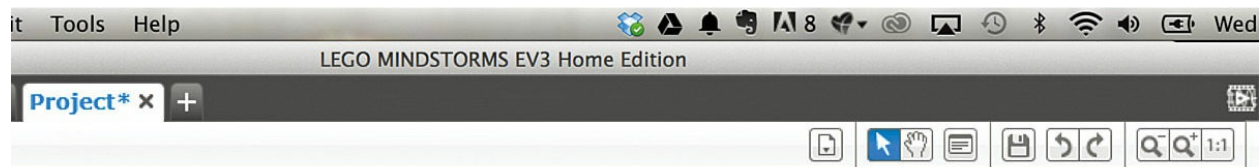

图9.43 将开始模块和循环模块连接起来
8. 用线工具将开始模块和其他部分重新连接起来，或者干脆将开始模块拖曳到循环模块边上（如图9.43所示）。